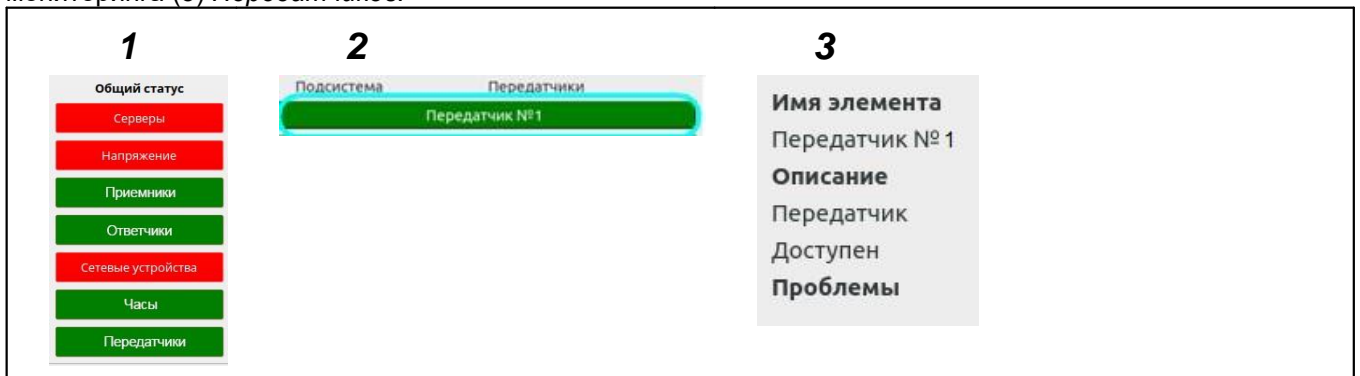

Рисунок 21
На составном скриншоте (рис. 21) представлена последовательность действий (1 и 2) для открытия окна мониторинга (3) *Передачиков*.